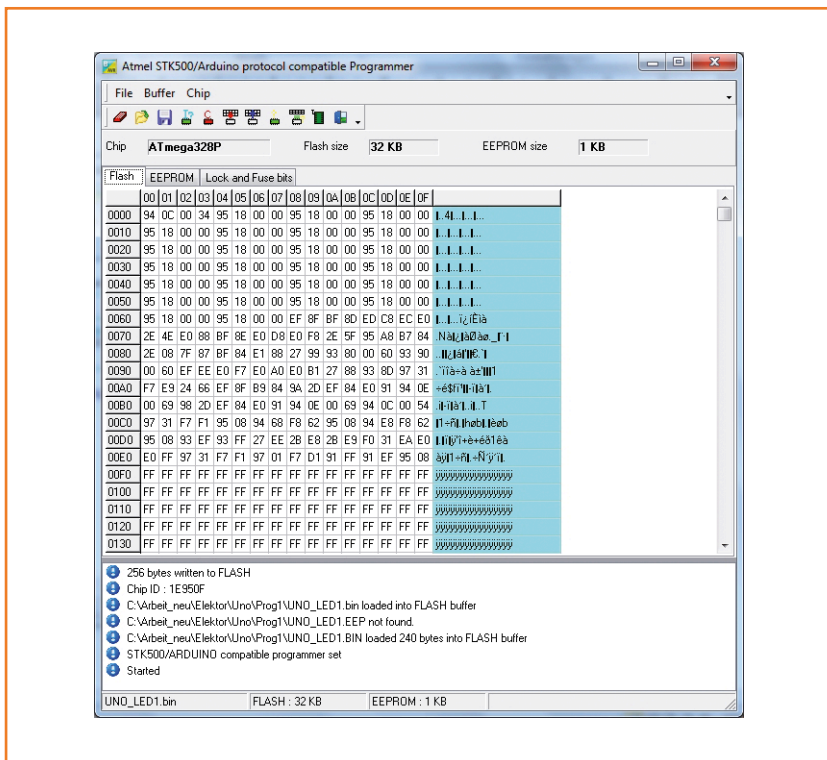

Figure 7.
p. ex. la touche F7. Le programmeur se lance ensuite avec F4 ou avec l'icône verte en forme de CI appelée *Program chip*. Une nouvelle fenêtre s'ouvre (**fig. 7**) et affiche au format hexadécimal le fichier compilé (UNO_LED1.bin).